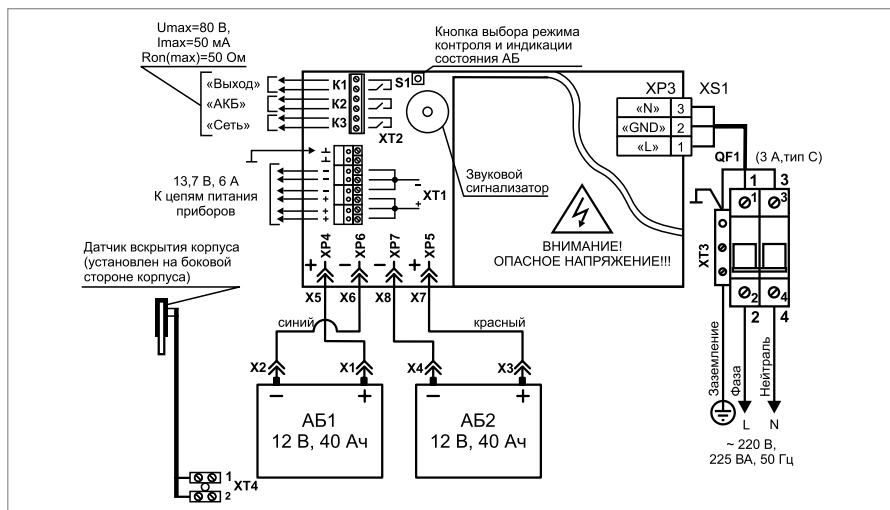
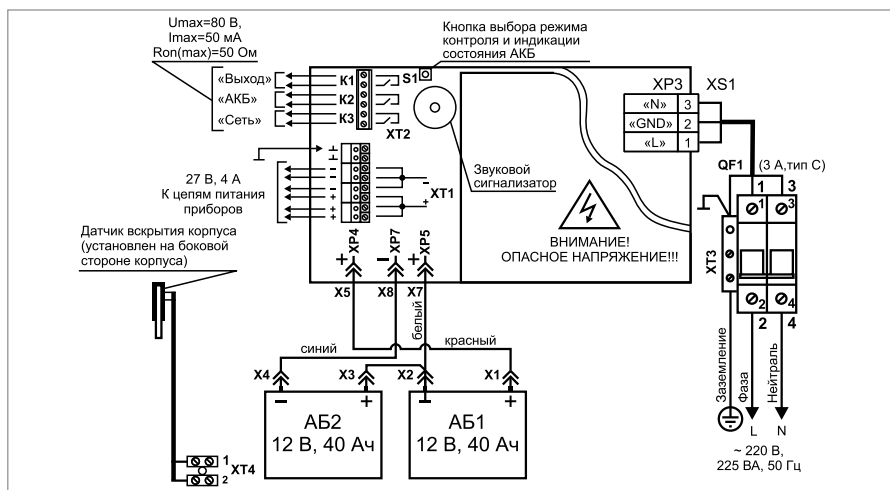

Рисунок 10. Схема подключения РИП-12 исп.06 (РИП-12-6/80МЗ-Р)
Рисунок 11. Схема подключения РИП-24 исп.06 (РИП-24-4/40МЗ-Р)
1.3. Схема подключения приведена на Рисунок 10 и Рисунок 11.
- 1.9. Проверьте правильность произведённого монтажа в соответствии со схемой подключения (Рисунок 10).
- 2.10. Отключите обе АКБ от платы РИП, отсоединив контакты Х1, Х2, Х3, Х4 от клемм АКБ (см. Рисунок 10 и Рисунок 11).